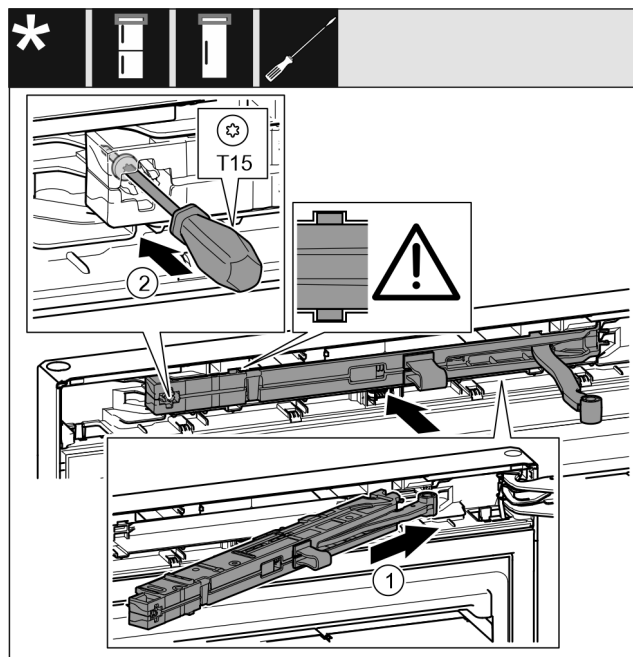

Fig. 42
- ▶ Вставьте узел амортизатора закрывания двери Fig. 42 (1) в выемку со стороны опорного кронштейна под наклоном до упора.
- ▶ Затяните винт Fig. 42 (2) отверткой.